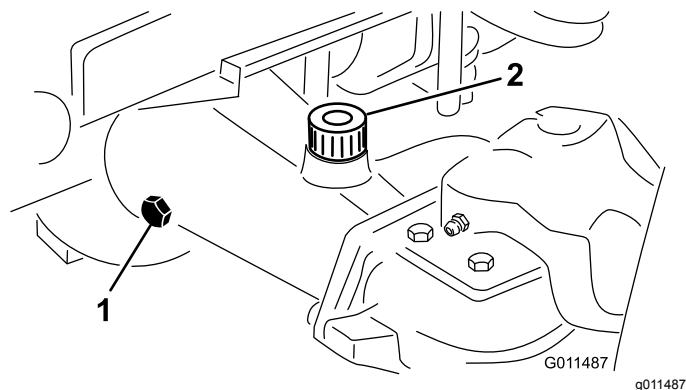

Figura 94
2. Retire un tapón de verificación del extremo del eje y asegúrese de que el lubricante llega al borde inferior del orificio (Figura 94).